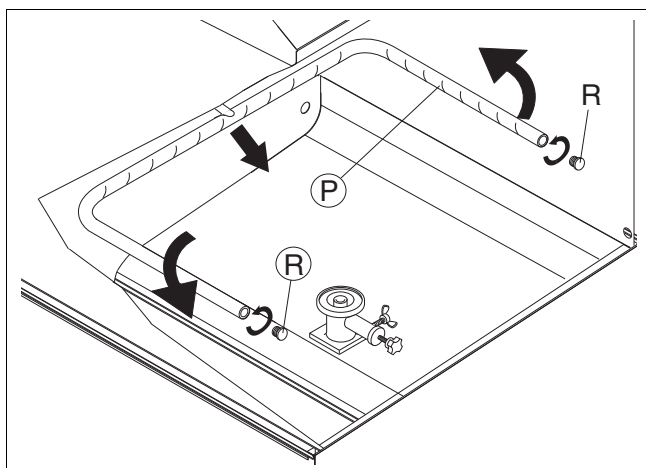

Figura 27 Desmontaje de los brazos de lavado fijos
- Quite el surtidor "P" (Figura 27) girándolo hacia la derecha y extrayéndolo.
- Desenrosque los tapones "R" (Figura 27) de los surtidores laterales.